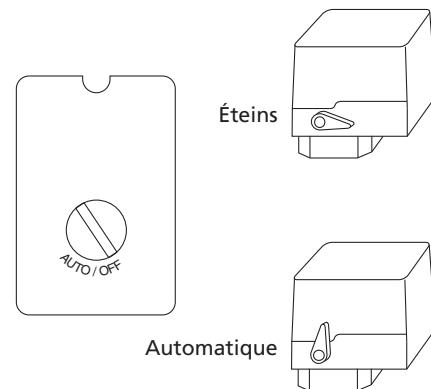

Figure 4
- Mettre le levier du manostat ou bouton à la position OFF et brancher le cordon d'alimentation (Voir Figure 4). Éteindre l'interrupteur de débranchement s'il n'y a pas de levier ou de bouton sur le manostat.
- Mettre le levier du manostat ou bouton à la position AUTO et faire fonctionner le modèle pendant 30 minutes pour roder les pièces de la pompe (Voir Figure 4).